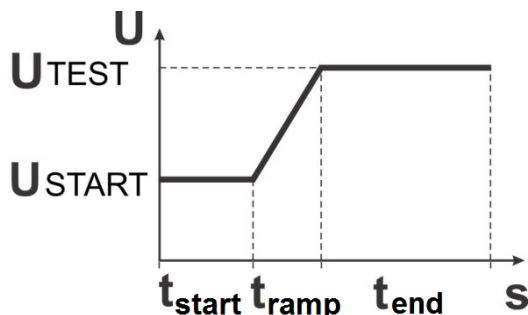

Figura 6.28: Diagramma tensione / tempo dei valori programmabili AC HV
Nel test programmabile AC HV è possibile impostare la dipendenza temporale dell'alta tensione (HV) in base allo schema *Figura 6.28*.